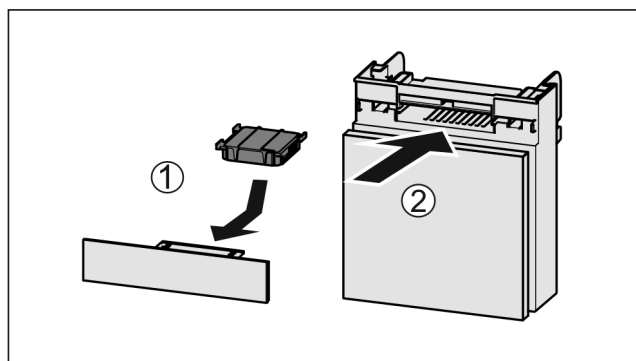

Fig. 171
- Aktivni ogleni filter vstavite *Fig. 171 (1)* skladno s prikazom na sliki.
- Predal potisnite noter *Fig. 171 (2)*.